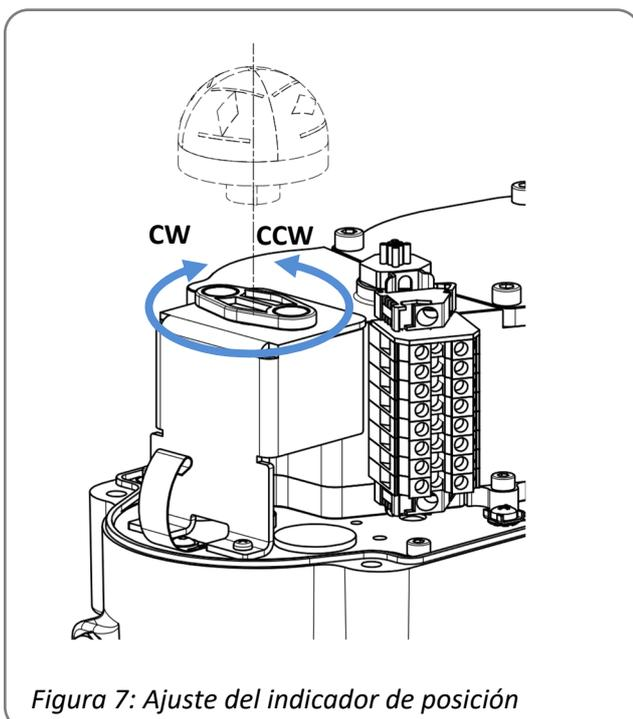

Figura 7: Ajuste del indicador de posición
Utilice la llave de levas mostrada en la figura 7 Pos. 3 para ajustar las levas de conmutación.
- Gire la leva del interruptor de posición adicionales CCW (figura 7, pos. 1) en sentido antihorario con la llave de levas suministrada hasta que el microinterruptor emita un clic audible.
- Gire la leva del interruptor de posición adicionales CW (figura 7, punto 2) en el sentido de las agujas del reloj con la llave de levas suministrada hasta que el microinterruptor emita un clic audible.